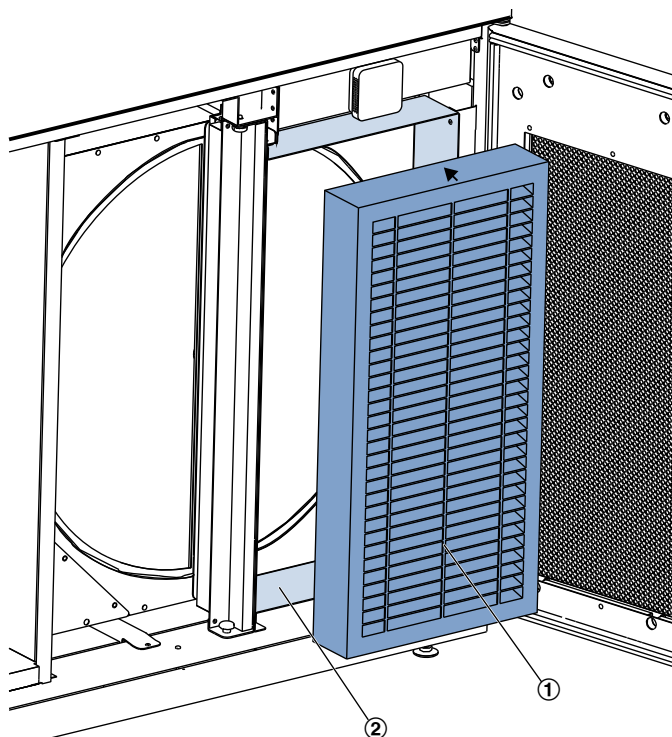

Abb. 58: Abluftfilter
4. ▶ Abluftfilter (Abb. 58 /1) aus dem Filtereinschub (Abb. 58 /2) herausziehen.